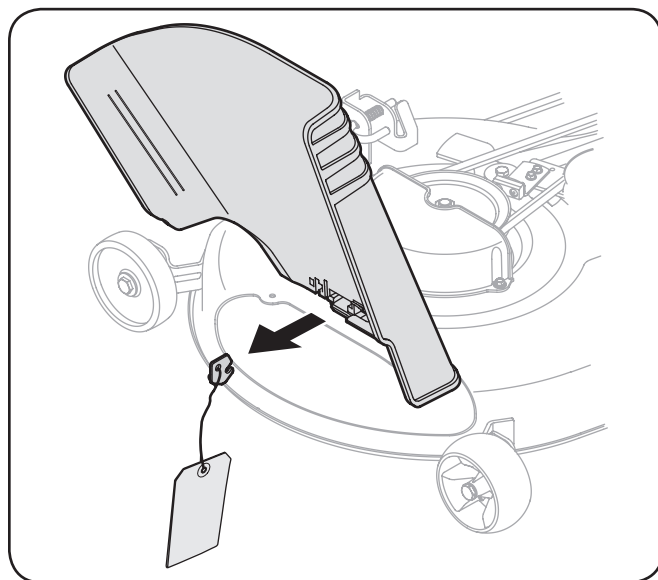

Figure 3-1
1. Repérez le support du déflecteur d'éjection, si présent, et l'étiquette d'avertissement qui se trouve sur le côté droit de l'appareil. Voir Figure 3-1.